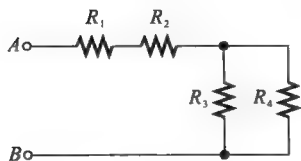

图 6-11
2. 在图 6-11 所示的电路中，试描述电阻的串并联关系。